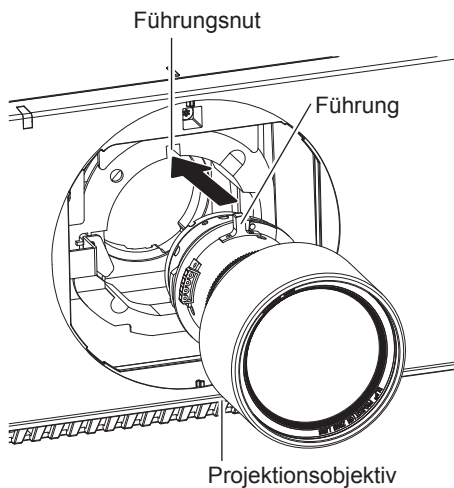

Abb. 1
- 1) Entfernen Sie die Objektivfassungsabdeckung, richten Sie die Projektionsobjektivführung an der Führungsnut des Projektors aus und setzen Sie das Objektiv bis zum Ende ein. (Abb. 1)